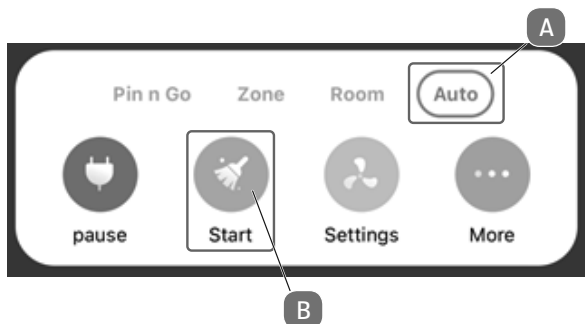

Fig. 12
- ▶ Por último, para crear un mapa de sus dependencias, el robot aspirador y friegasuelos debe llevar a cabo un trayecto de exploración. Para ello, haga clic en el **AUTO-MODUS** según se muestra (fig. 12) (A) y en **START** (B).